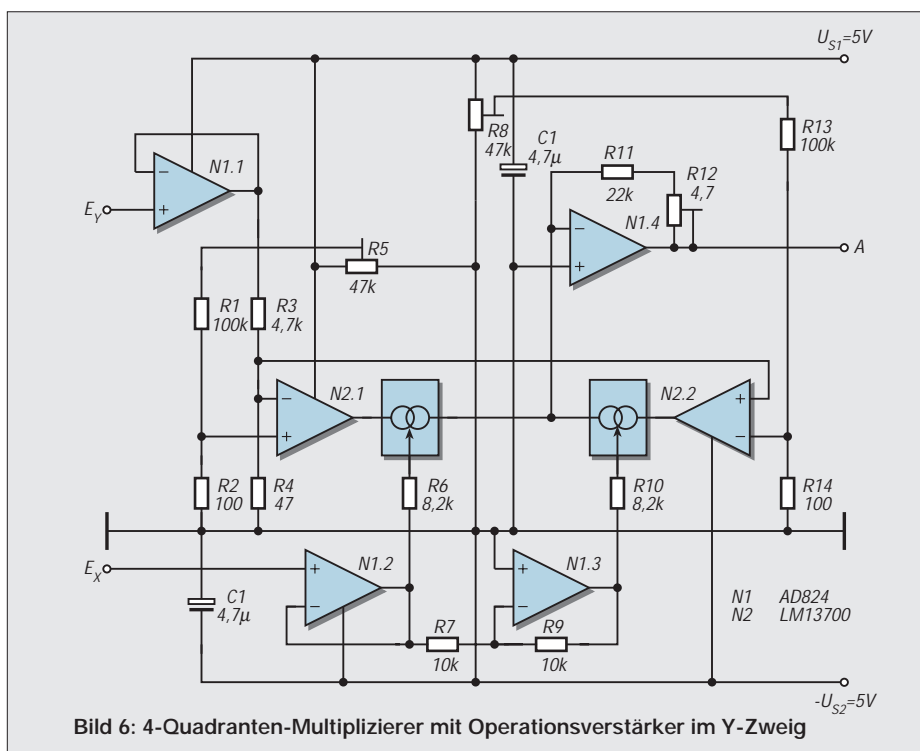

Bild 6: 4-Quadranten-Multiplizierer mit Operationsverstärker im Y-Zweig
Analog der Gleichung (8) gilt für die Ausgangsspannung des Multiplizierers in Bild 6:
Damit folgt die Übertragungskennlinie des im Bild 6 vorgestellten Multiplizierers der leicht zu übersehenden Beziehung: